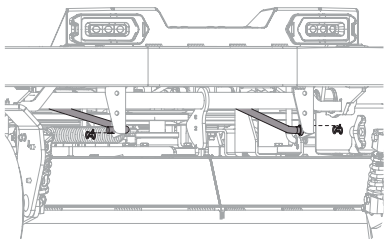

Figure 49
6. Retirez les deux goupilles fendues des tiges fixant les supports de relevage au milieu sur le devant du châssis aux supports du plateau. Tirez l'extrémité avant des tiges. Voir Figure 49.